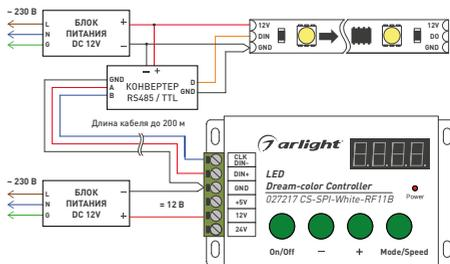

Рис. 2. Подключение контроллера при длине кабеля между контроллером и лентой до 200 м.
- 3.4. При длине кабеля между контроллером и светодиодной лентой более 10 м используйте передачу сигнала по симметричной линии (витая пара) и конвертер интерфейсов RS485-TTL, например LN-RS485-TTL (арт. 022189). Схема подключения приведена на Рис. 2. Подобное подключение возможно только если светодиодная лента не имеет входа «CLK».